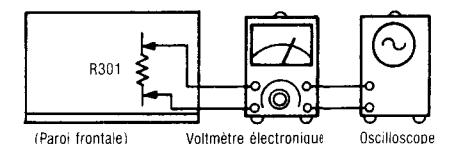

Fig. 9
- Brancher les appareils comme indiqué dans la Fig. 9.